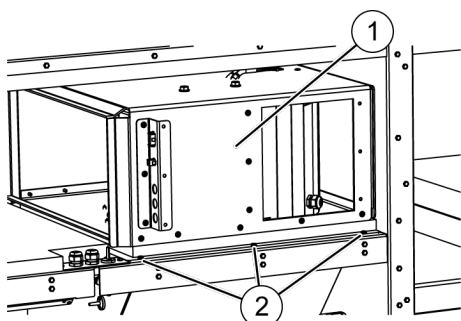

Abb. 33: Abluftventilator
- 19.** Abluftventilator (Abb. 33/1) wieder in das Oberteil einsetzen und mit den Befestigungsschrauben (Abb. 33/2) verschrauben.